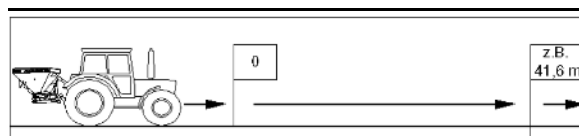

Fig. 71
7. For den opsamlede gødningsmængde (**8,5 kg**) kan du finde talværdien (**A**) på den øverste skala (Fig. 71/1) og for den ønskede spredemængde (**260 kg/ha**) talværdien (**B**) på den midterste skala (Fig. 71/2).
8. Læg en lige forbindelseslinje gennem punkterne **A** og **B** (Fig. 71/4).
9. Forlængelsen af forbindelseslinjen viser på den nederste skala (Fig. 71/3) talværdien (**C**) for den nødvendige spjældstilling, her **12,8**.